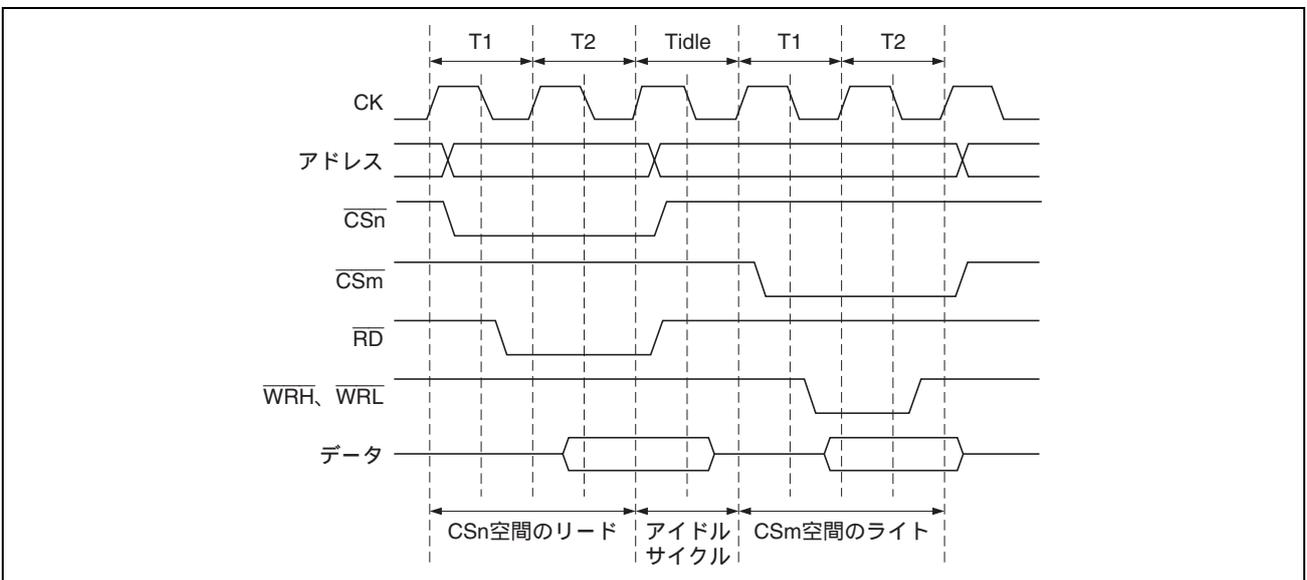

図 9.7 アイドルサイクル挿入例
(1) リードサイクル後のライトサイクル、(2) リードサイクル後の異なる CS 空間に対するリードサイクル、の 2 つの場合、BCR2 の IW31 ~ IW00 ビットによって指定されたサイクル数だけアイドルサイクルが入るようウェイトを挿入します。アクセスサイクル間にもともとアイドルサイクルが存在する場合は、指定されたアイドルサイクル数からその空きサイクル数を除いたサイクルだけウェイトを挿入します。図 9.7 にサイクル間アイドルの例を示します。この例では、CSn 空間のサイクル間アイドルに 1 を指定した場合に、CSn 空間のリードサイクルの直後に CSm 空間のライトを行うとき、1 アイドルサイクルが挿入されることを示しています。